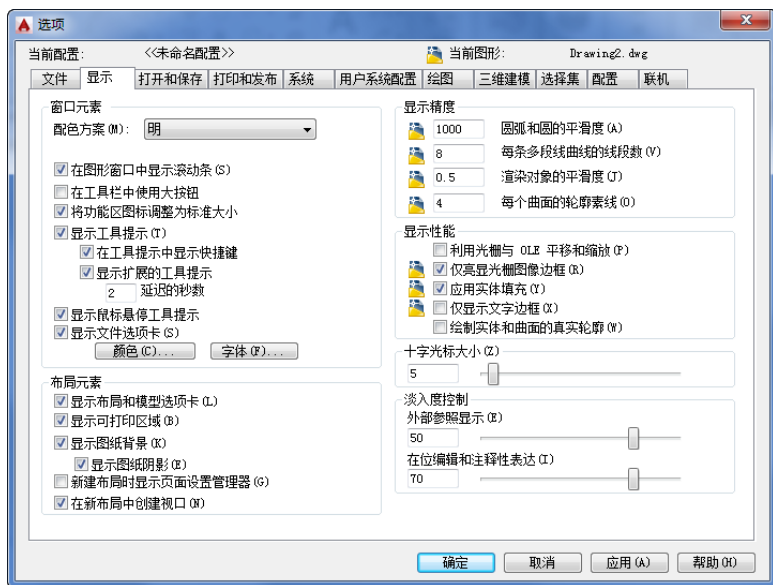

图 1-5 “选项”对话框中的“显示”选项卡
- (1) 选择菜单栏中的“工具”→“选项”命令，打开“选项”对话框。
- (2) 单击“显示”选项卡，如图1-5所示。